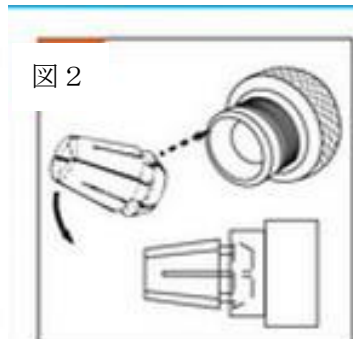

図 2
- 6) コレットをホルダーの雄ネジ側にはめ込みます。雄ネジ側のコレット装着部の穴に円の半分ほどが出っぱっているのでこの部分にコレットのくびれ部を斜め(約 45°)にあてがいながら押し込むことによって正しく装着できます(図2)。正しく装着できたらホルダーセットのかたわれであるナットを軽くつなぎます。